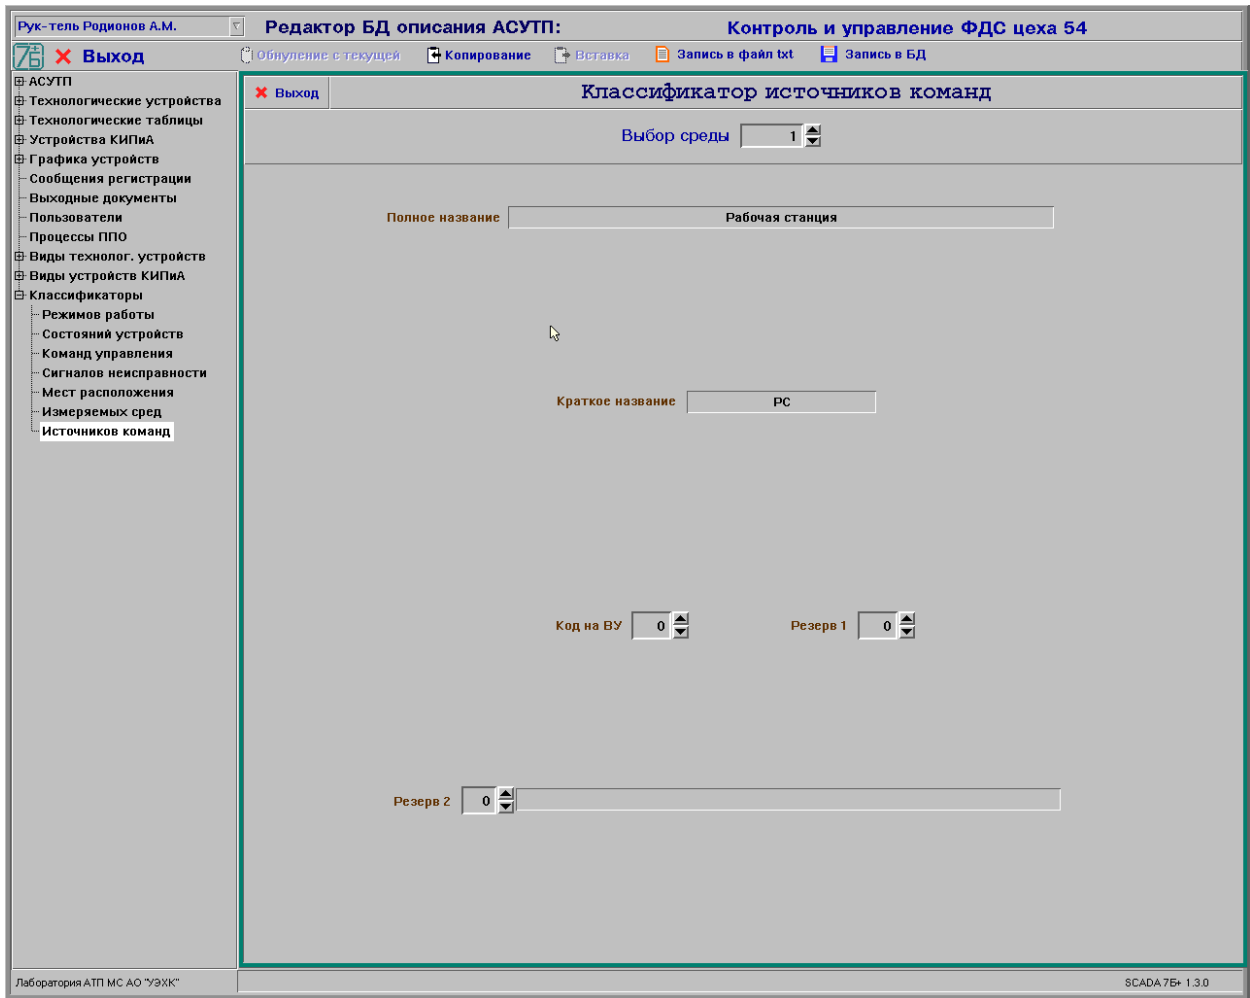

Рисунок 46 - Окно редактирования имен источников команд
8.22.8 В окне редактирования сигналов неисправности устройств (см. рис. 46) дополнительно отображаются следующие параметры, записанные в БД, и которые может откорректировать пользователь: